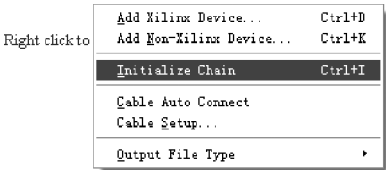

图 3.69 初始化 JTAG 链选项
- (6) 如图 3.69 所示,在该空白界面下,单击右键,出现浮动菜单,选择 Initialize Chain(初始化 JTAG 链)选项。